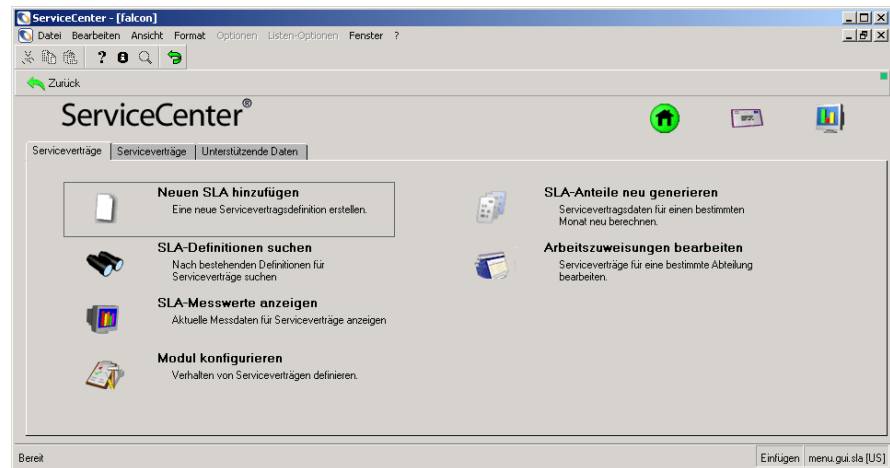

Abbildung 9-1: Menü „Service Level Management“: Register „SLAs“
- 1 Klicken Sie im ServiceCenter-Startmenü auf **Service Level Management**. Abbildung 9-1 zeigt das Register SLAs.